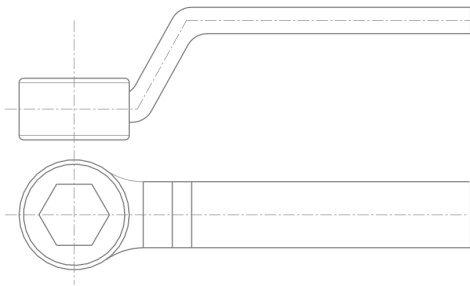

图 3-55 添加水平约束效果
(4) 单击【确定】按钮 ，即可添加水平约束，退出草图编辑环境，效果如图 3-55 所示。